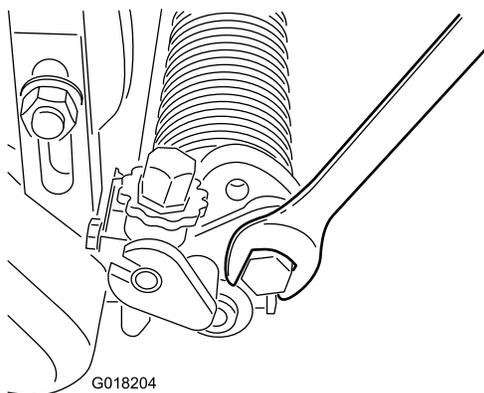

Figura 20
A. Desaperte os parafusos nos braços direito e esquerdo do rastelo (Figura 20).
- C. Aperte as porcas para manter o ajuste (Figura 20).